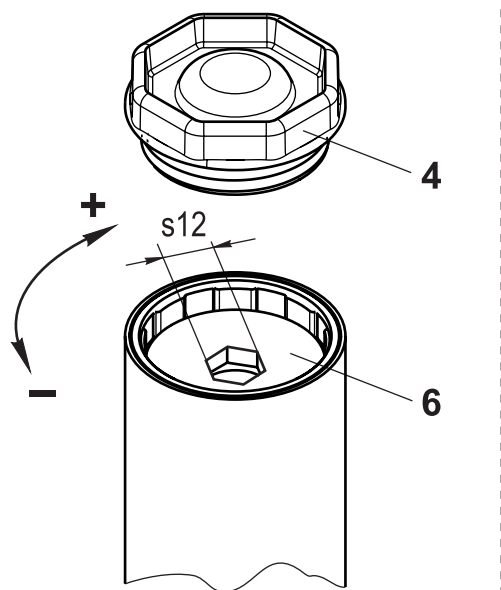

Рис. 7
- используя шестигранное отверстие (s12) в регулировочном винте 6 (рис. 7) при его повороте по часовой стрелке можно увеличить давление на выходе регулятора до заданного значения. Поворачивая регулировочный винт 6 против часовой стрелки происхо-